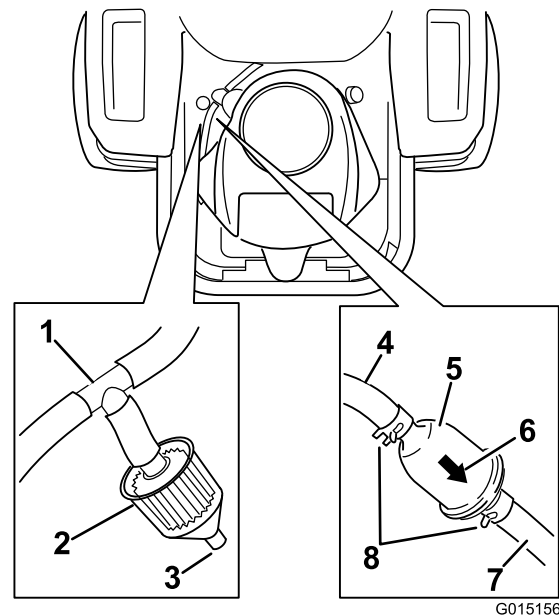

Figura 51
4. Levante el asiento y localice los filtros de combustible, según se muestra en Figura 51.
7. Instale un filtro nuevo – la flecha que indica el sentido de flujo debe apuntar hacia el motor. Acerque las abrazaderas al filtro (Figura 51) para sujetar éste.
La máquina incorpora un filtro de emisiones (Figura 51) conectado a un acoplamiento en T en el tubo de ventilación que viene del depósito de combustible. El filtro tiene un conector abierto por diseño. El filtro debe ser inspeccionado regularmente. Cambie el filtro si está sucio u obturado.